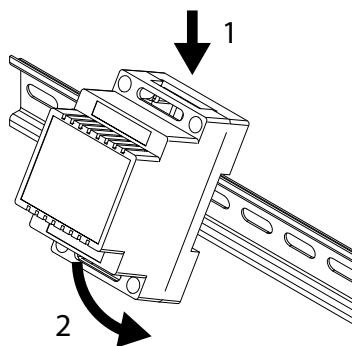
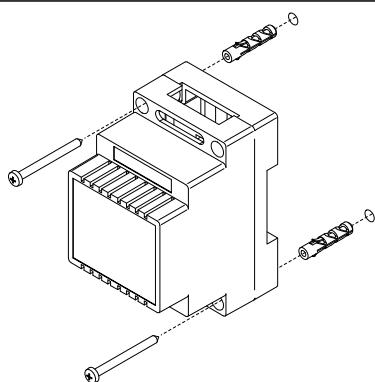

Fig. 2
Fig. 3
2. Fissare su barra DIN (**Fig. 2**) o direttamente a parete utilizzando le viti ed i relativi tasselli ad espansione (**Fig. 3**);